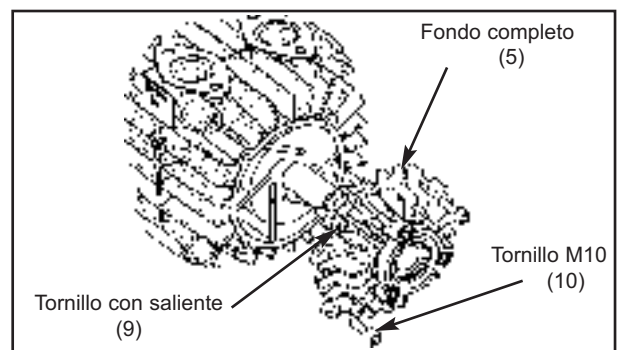

Figura 13
4. Saque el ventilador (11). Inspeccione el semicojinete y el ventilador para comprobar que no hay daños y sustituya esas piezas si fuera necesario.
5. Retire los tres tornillos con corona M10 (7) del fondo y el tornillo con saliente M8 (9) del fondo ; ver la figura 13.